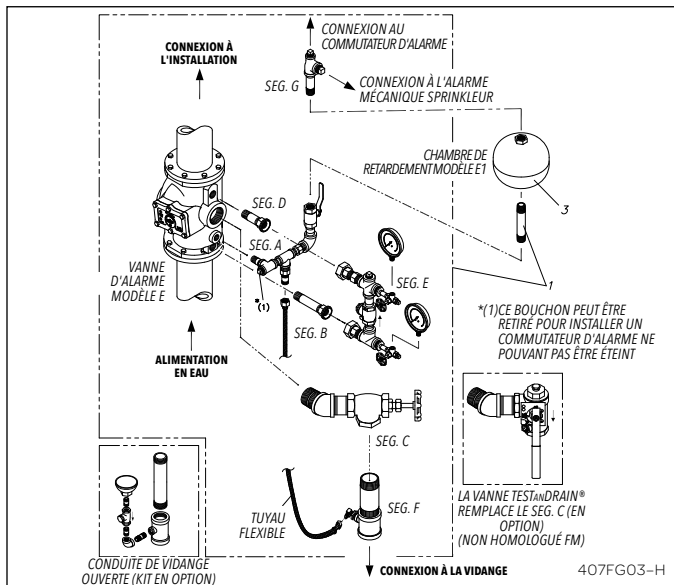
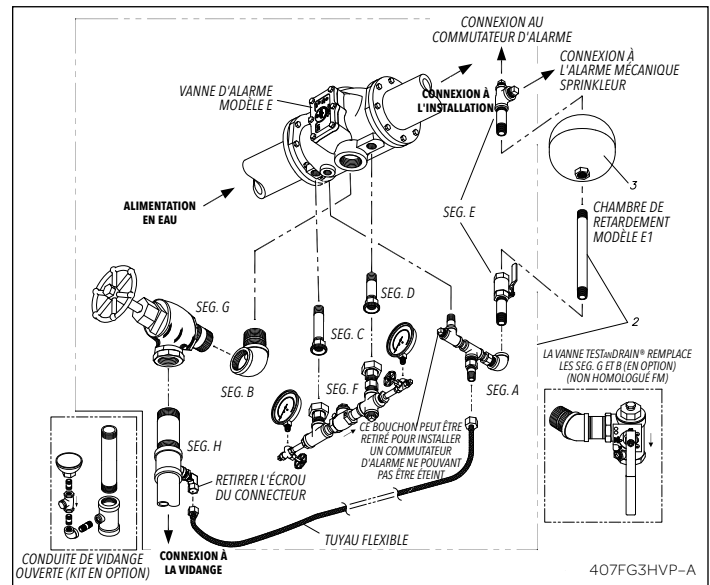

Fig. 3 – Installation verticale avec pression variable
Fig. 5 – Installation horizontale avec pression variable
**Remarque :** Un segment du kit de vidange de conduite ouverte est disponible en option et peut être commandé séparément, en remplacement des segments F (Fig. 3) et H (Fig. 5).
• **Installation horizontale (Figures 5, 6 et 8)**
Procéder suivant une séquence similaire à celle donnée ci-dessus pour l'installation verticale en se reportant aux illustrations des figures 5 et 6.
Le mouvement du clapet (4) sur l'axe de charnière (8) découvre la rainure du siège (3) et permet à l'eau de s'écouler dans la rainure pour atteindre la sortie de la conduite d'alarme et la conduite d'alarme, Figure 5.
### Pression variable (Fig. 3 et 5)